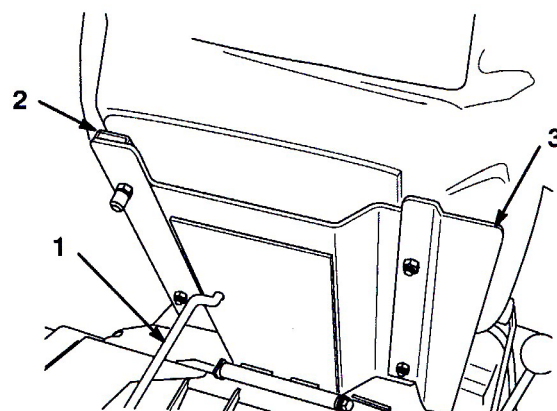

図6
3. 付属部品のロックナット (5/16 in.) で、運転席とシート・パネルとシートスライドをサポートに固定する (図6)。シート・パネルが、図6のように右側にくるように取り付ける。